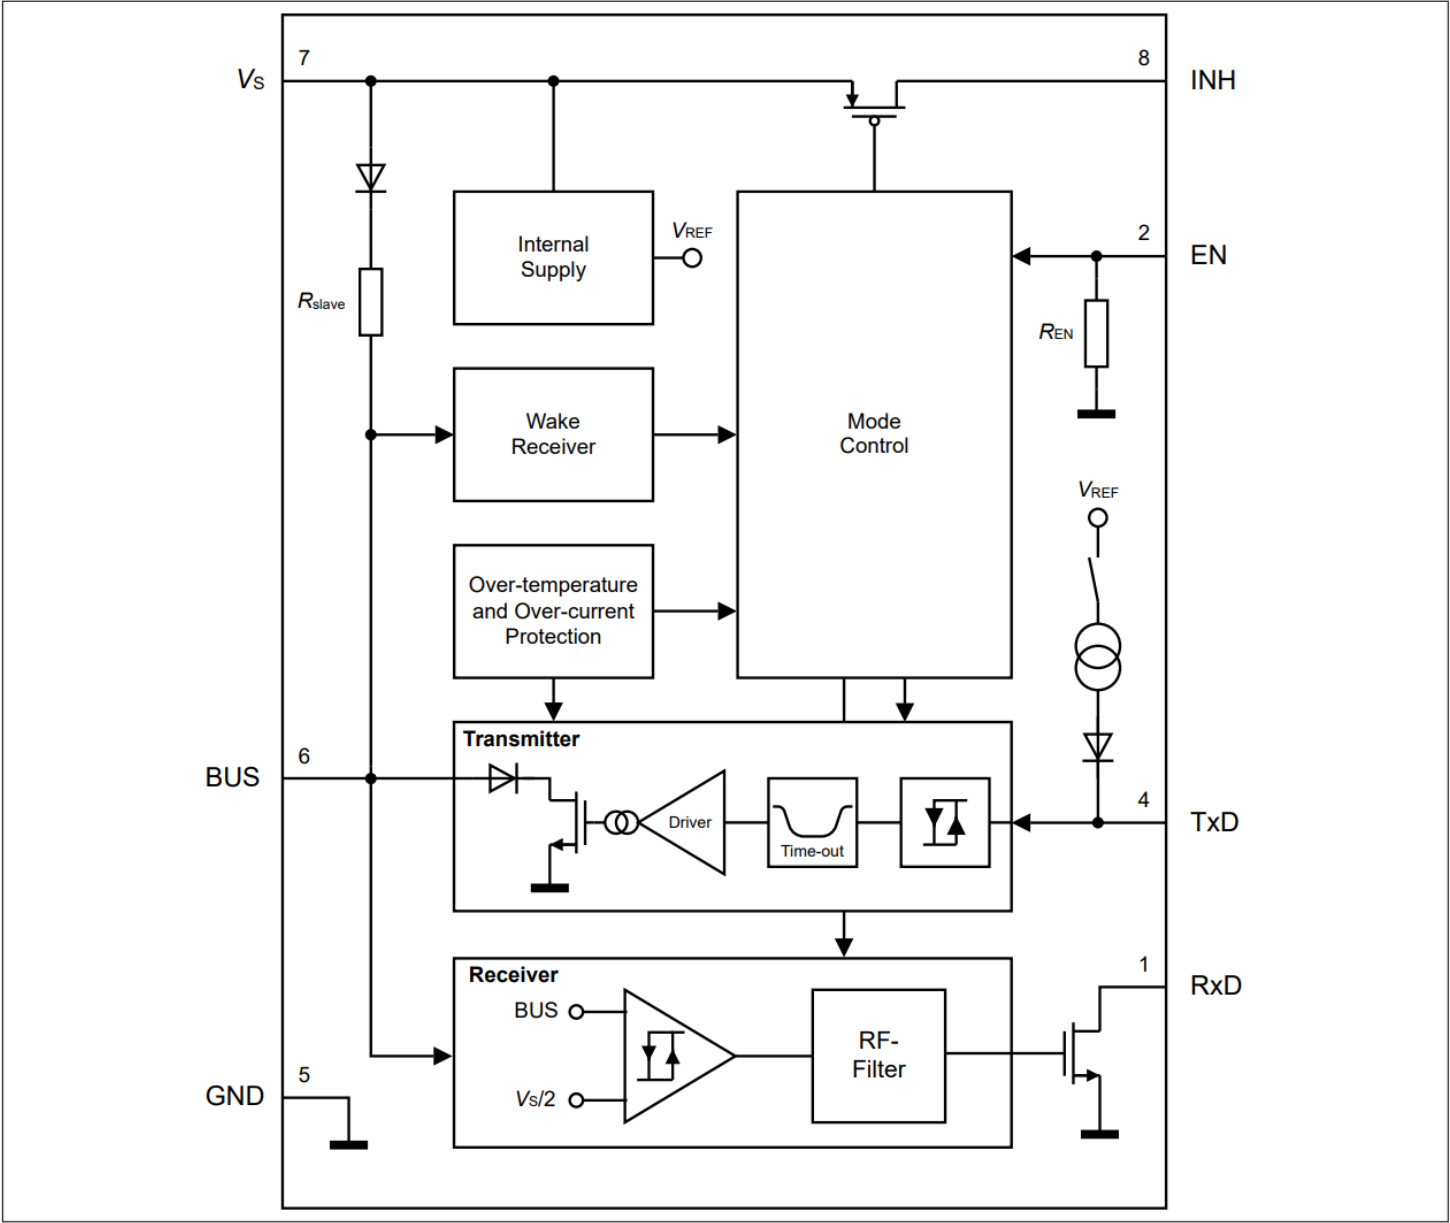

图 1 框图
- 1) 在睡眠模式下，TxD 输入被禁用，并且内部上拉电流源被关闭，见图1。
- BUS 引脚通过内部终端电阻 R_{BUS} 接至 V_S ，见 图 1。
- 总线输出通过内部终端电阻 R_{BUS} 接至 V_S ，参见图 1。